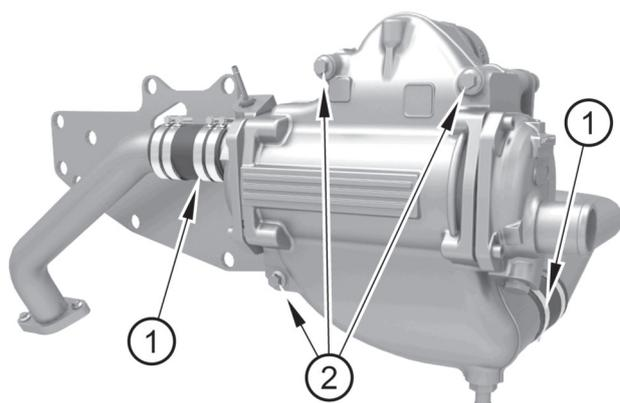

Figure 24
2. Desserrez les colliers de flexible (figure 24, repère 1).